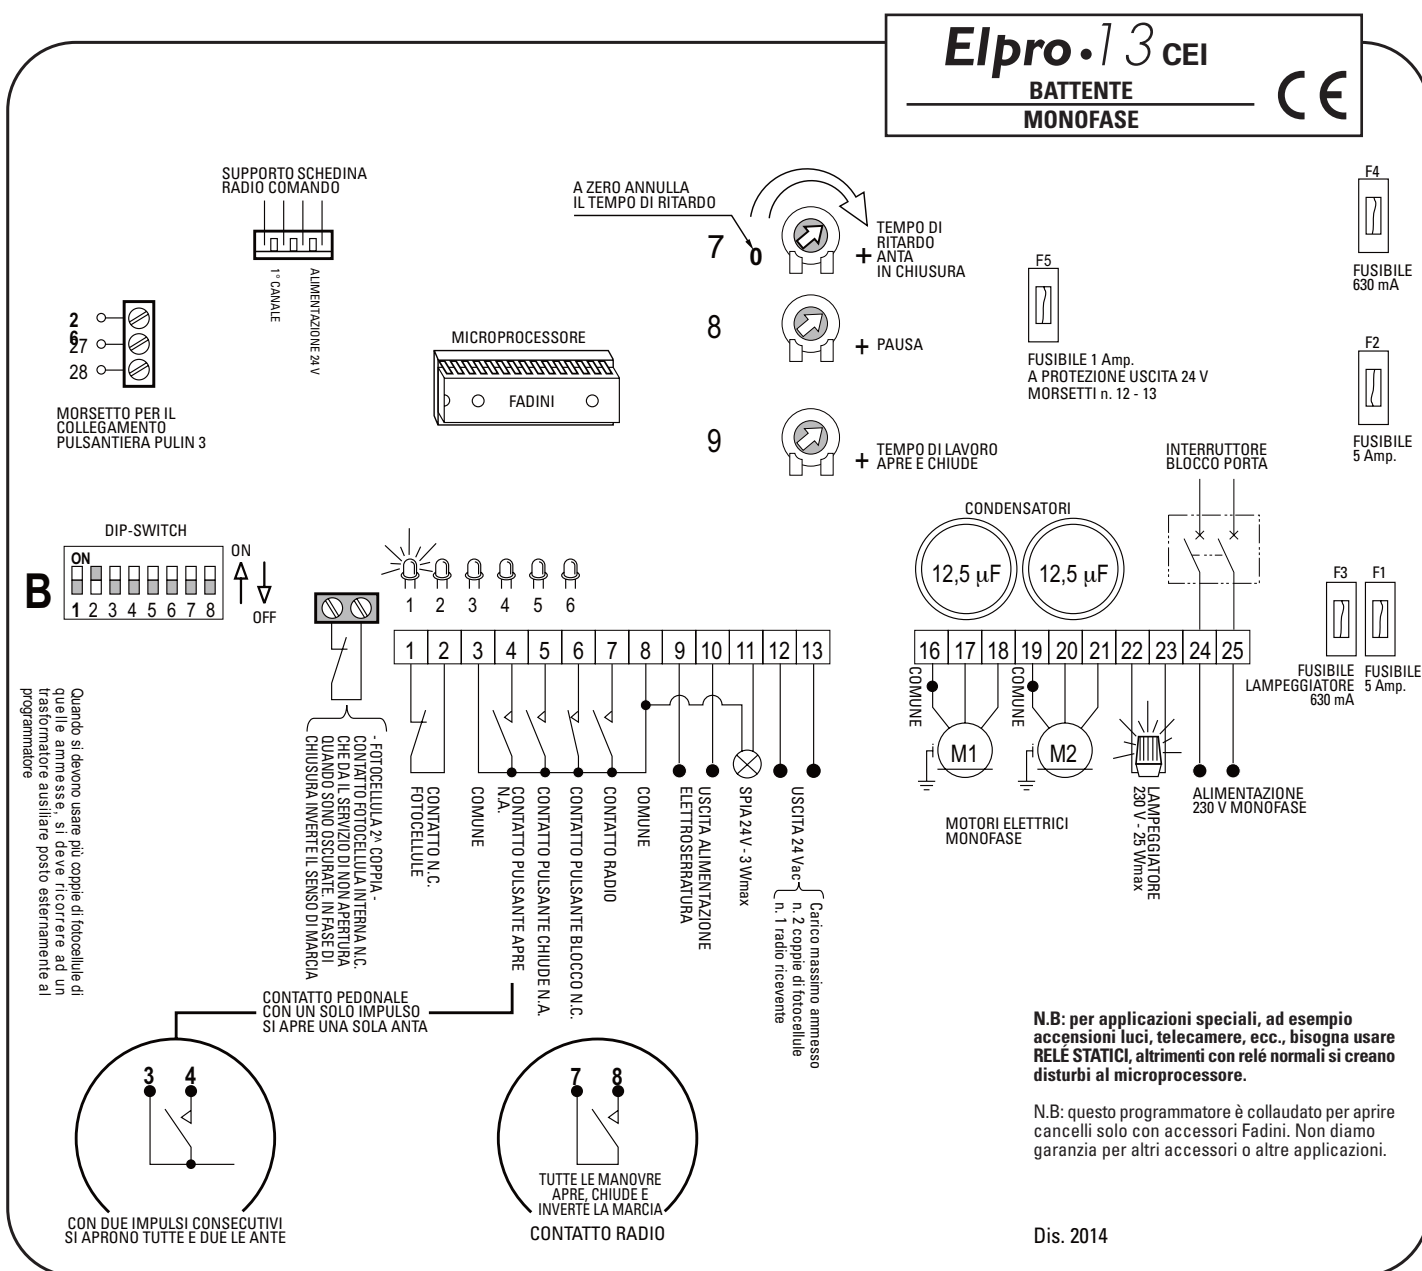

FIG. 16
- Per le prime prove di funzionamento bisogna regolare il **Temporizzatore di Lavoro 09** impostato per un tempo superiore di 4-5 secondi quando l'anta arriva in battuta; regolare il **Temporizzatore di Pausa 08** (ciclo Automatico) e il **Temporizzatore Ritardo Anta 07** (per n°2 ante motorizzate) Fig.16:
- **Ciclo Automatico:** **Levetta n°3** del Dip-Switch "B" in posizione ON, per cui dato l'impulso di apertura (contatto 4 e 8 sulla morsettiera del programmatore Elpro 13 CEI, Fig.16), il cancello esegue l'apertura, si ferma in pausa per il tempo impostato dal Temporizzatore **08**, poi chiude automaticamente.
- **Ciclo Semiautomatico:** **Levetta n°3** del Dip-Switch "B" in posizione OFF, per cui dato l'impulso di apertura il cancello esegue solamente l'apertura, mentre per la chiusura bisogna dare un impulso in chiusura (contatto 5 e 8 sulla morsettiera del programmatore Elpro 13 CEI, Fig.16)
- **Contatto Radio:** contatto 7 e 8 sulla morsettiera del programmatore elettronico Elpro 13 CEI, Fig.16, ad ogni impulso del selettore a chiave, del trasmettitore oppure una pulsantiera a muro, l'automazione inverte il movimento che sta compiendo (si consiglia di leggere attentamente il foglio di istruzioni allegato al programmatore elettronico)